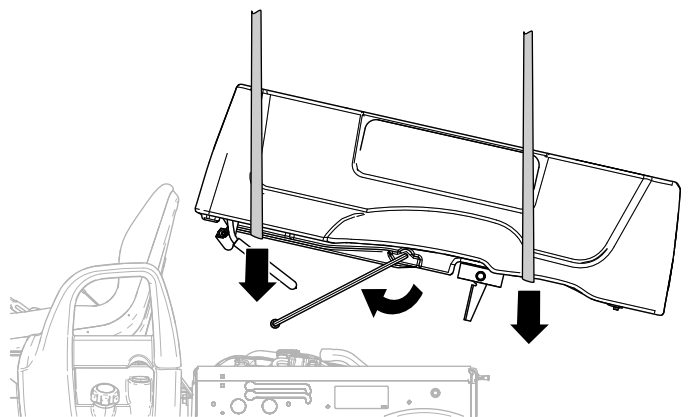
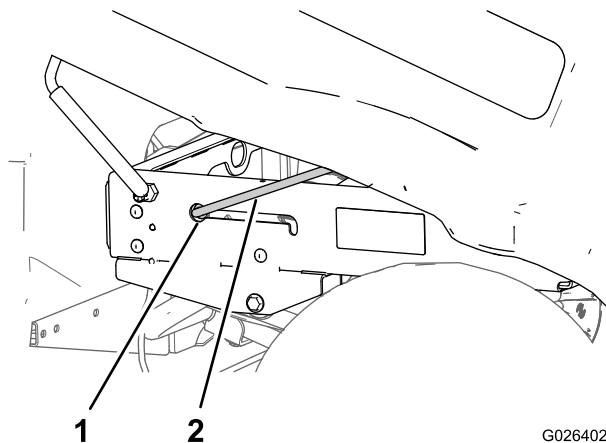

Figura 13
Figura 14
1. Ruotate il pianale di carico in modo che il gruppo staffa con cerniera e l'asta di supporto siano rivolti verso il basso (**Figura 13**).
2. Con l'attrezzatura di sollevamento agganciata nella parte anteriore e posteriore del pianale di carico, sollevate il pianale e allineatelo sul telaio della macchina con il gruppo della staffa con cerniera rivolto all'indietro (**Figura 13**).
3. Regolate l'altezza e la posizione dell'attrezzatura di sollevamento in modo che la gamba corta dell'asta di supporto sia allineata con la fessura di arresto all'estremità della scanalatura per l'asta di supporto nel profilato del telaio o nella staffa dell'asta di supporto di sinistra (Figura 13).
4. Ruotate l'asta di supporto in avanti e inserite la parte corta dell'asta attraverso la fessura di arresto (Figura 13 e Figura 14).
5. Spostate il pianale di carico e l'asta di supporto indietro fino a quando il gruppo della staffa con cerniera non è allineato sul profilato del telaio posteriore (Figura 14).
1. Ruotate il pianale di carico in modo che il gruppo staffa con cerniera e l'asta di supporto siano rivolti verso il basso (Figura 13).
2. Con l'attrezzatura di sollevamento agganciata nella parte anteriore e posteriore del pianale di carico, sollevate il pianale e allineatelo sul telaio della macchina con il gruppo della staffa con cerniera rivolto all'indietro (Figura 13).